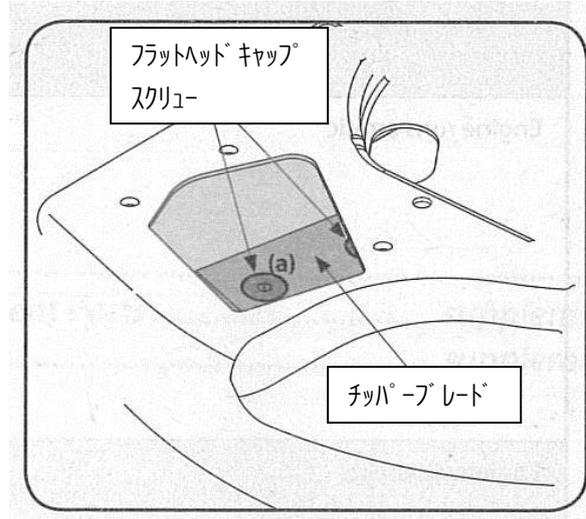

図8-12
9. 3/16インチのアーレンレンチを使用して、チップーブレードをインペラーに固定しているフラットヘッドキャップスクリュー(図8-12-a)を取り外します。このスクリューを外すときは、3項でチップー投入口を外した時の開口部から外します。